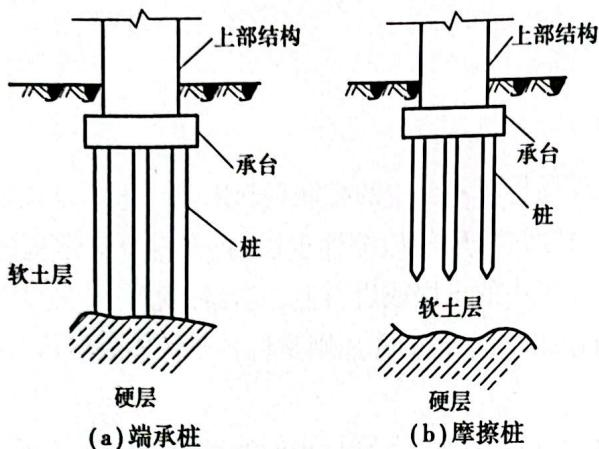

图3.24 桩基础
①端承桩:是指穿过软弱土层并将建筑物的荷载通过桩传递到桩端坚硬土层或岩层上。桩侧较软弱土对桩身的摩擦作用很小,其摩擦力可忽略不计[图 3.24(a)];施工时以控制贯入度为主,桩尖进入持力层深度或桩尖标高可作参考。
②摩擦桩:是指沉入软弱土层一定深度通过桩侧土的摩擦作用,将上部荷载传递扩散于桩周围土中,桩端土也起一定的支承作用,桩尖支承的土不甚密实,桩相对于土有一定的相
对位移时,即具有摩擦桩的作用[图3.24(b)];施工时以控制桩尖设计标高为主,贯入度可作参考。